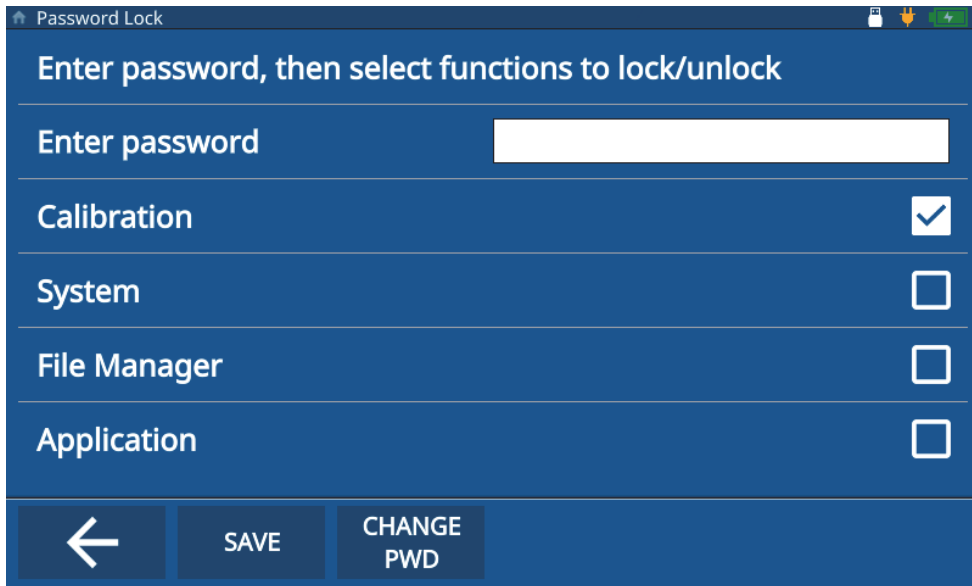

Figura 8-3 Disattivazione della schermata di blocco dello strumento
5. Selezionare le funzioni da sbloccare deselezionando le caselle pertinenti (vedi Figura 8-3 a pagina 78).